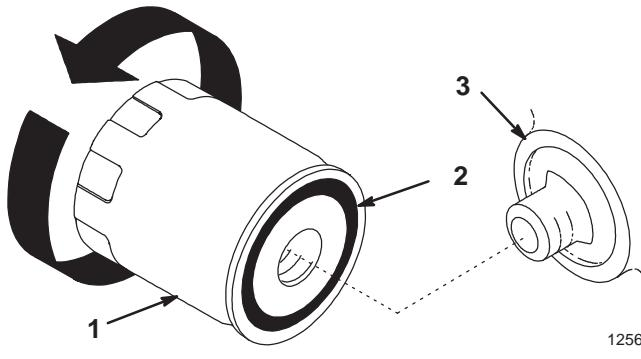

Bild 20
2. Entfernen Sie den Altfilter und wischen die Dichtfläche am Anbaustutzen (Bild 20) ab.
3. Ölen Sie die Gummidichtung am Austauschfilter (Bild 20) leicht mit Frischöl ein.
4. Drehen Sie den Austauschfilter auf den Anbaustutzen auf. Drehen Sie den Ölfilter im Uhrzeigersinn, bis die Gummidichtung den Anbaustutzen berührt. Ziehen Sie den Filter dann um eine weitere 1/2 bis 3/4 Umdrehung fester (Bild 20).